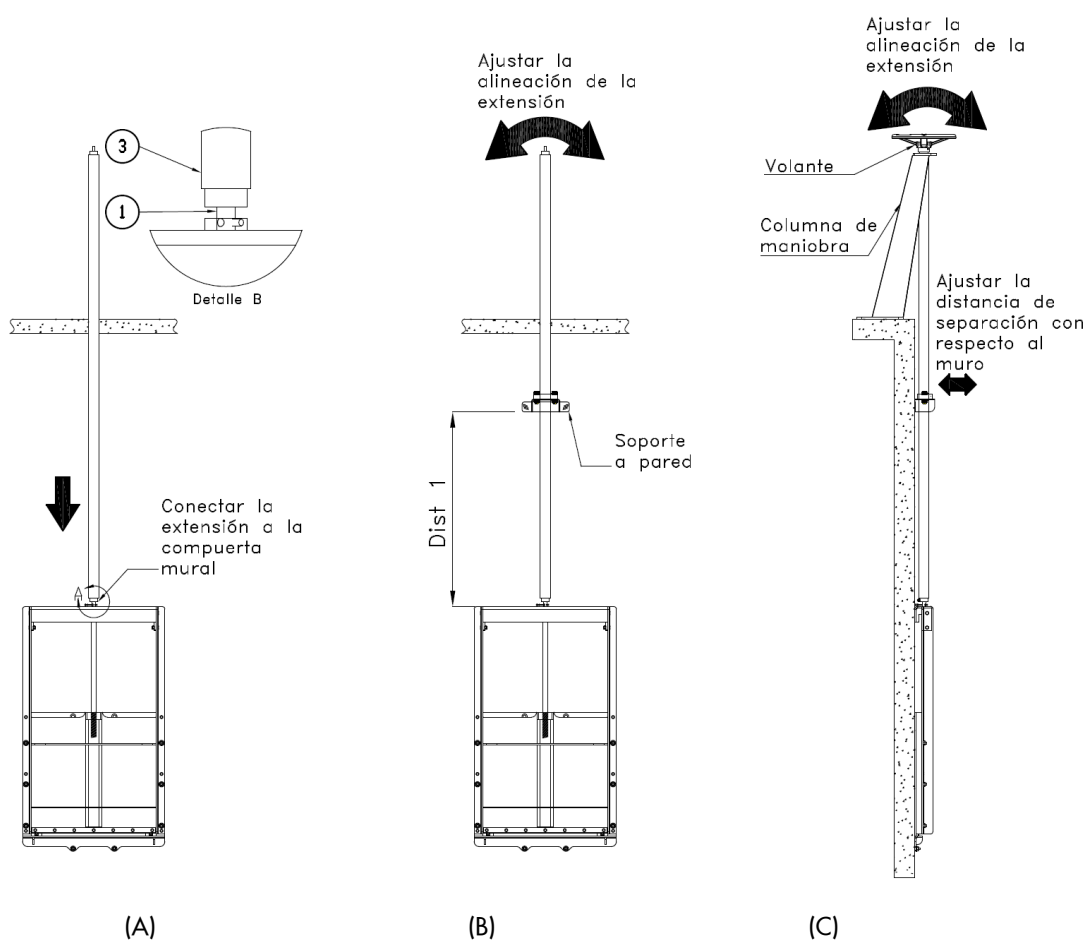

Figura 10
1. Conectar la extensión (pieza 3) al eje (pieza 1) situado en la parte superior del puente (ver Figura 10-A, Detalle B)
2. Insertar todos los soportes a pared desde la parte superior de la extensión. Alinear la extensión y, muy especialmente, asegurarse de que está alineada con el eje vertical de la abertura (ver Figura 10-B)
3. Seguidamente, instalar todos los soportes a pared. Consultar el plano de aprobación para obtener información acerca de las dimensiones (Dist-1 en la Figura 10-B)
4. Finalmente colocar la columna de maniobra y el volante. Encajar el eje de la extensión en el volante. Asegurarse de que la extensión está perfectamente alineada y es paralela a la superficie del muro. Ajustar en caso necesario la posición de las guías (U)HMWPE de los soportes a pared (ver Figura 10-C). Una vez que la extensión esté perfectamente alineada, instalar la columna de maniobra mediante anclajes